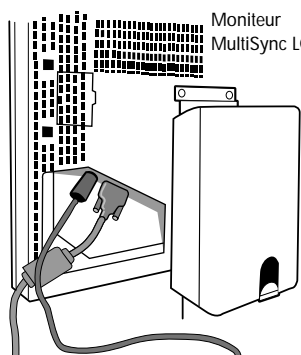

Figure C.1
4. **Pour les LCD1510, LCD1510V :** Insérez la fiche mini D-SUB 15 broches du câble vidéo dans le connecteur approprié à l'arrière du moniteur (Figure C.1).